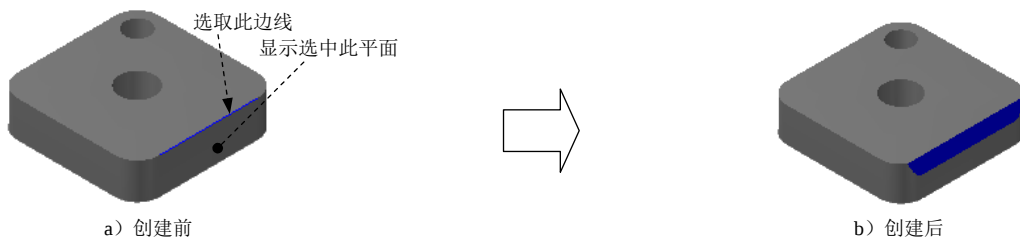

图 7.3.27 不同距离
“不同距离倒角”命令  不同距离 (T)... 是在两个表面进行不同距离的倒角。下面以图 7.3.27 所示的模型为例，讲解不同距离倒角的创建过程。